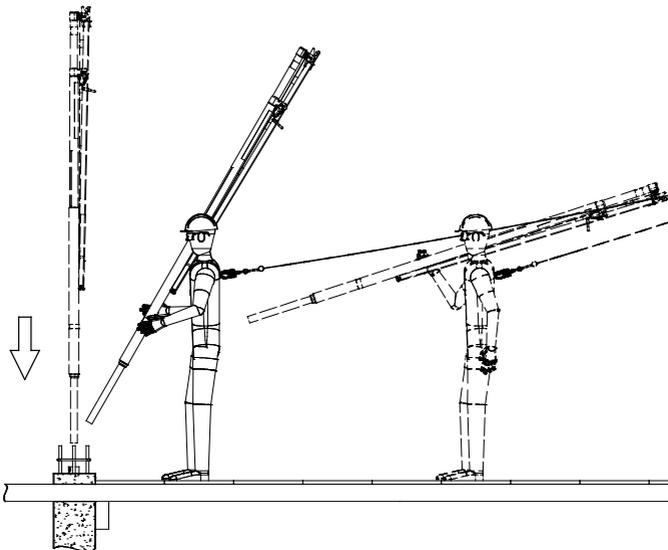

Abbildung 22. Den SkyReach Anker per Hand bewegen.
1. Entfernen Sie den Kunststoffstöpsel von der Einbetonierhülse. Tragen Sie den zusammengeklappten SkyReach Anker zu seinem Standort an der Stütze. Verwenden Sie Ihre Schulter, um den Transport zu vereinfachen. Siehe Abbildung 22. Setzen Sie den Anker ab und in die Hülse ein. Stellen Sie sicher, dass der SkyReach Anker vollständig eingesetzt ist.